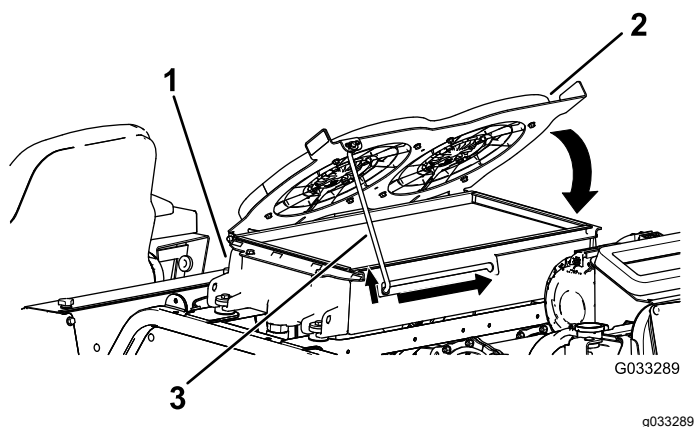

Figura 120
4. Gire hacia abajo los ventiladores de refrigeración del sistema hidráulico, y enganche la varilla de sujeción en la muesca (Figura 120).